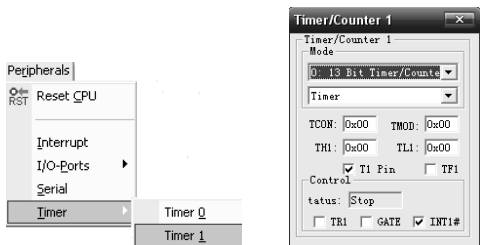

图 6-6 弹出定时器/计数器 T1 的状态窗口
(2) 单击菜单“Peripherals”→“Timer”→“Timer 1”, 此时, 弹出定时器/计数器 T1 的状态窗口, 如图 6-6 所示。